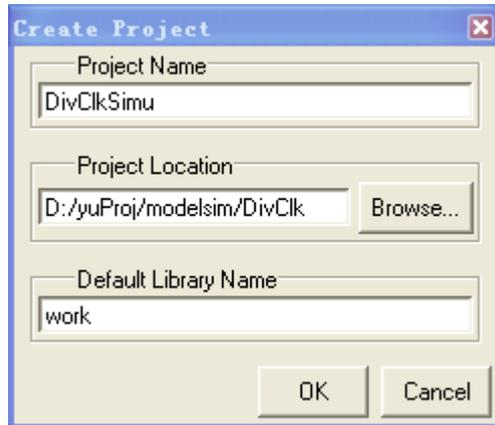

图 8.3.2 新建工程窗口
- 2、 点击 File->New->Project，会出现如图 8-3-2 所示的界面，在 Project Name 中我们输入建立的工程名字为 DivClkSimu，在 Project Location 中输入工程保存的路径为 D:/yuProj/modelsim/DivClk，注意 ModelSim 不能为一个工程自动建立一个目录，这里我们最好是在 Project Location 中输入路径来为工程建立目录，在 Default Library Name 中为我们的设计编译到哪一个库中，这里我们使用默认值，这样，在我们编译设计文件后，在 Workspace 窗口的 Library 中就会出现 work 库。这里我们输入完以后，点击 OK；